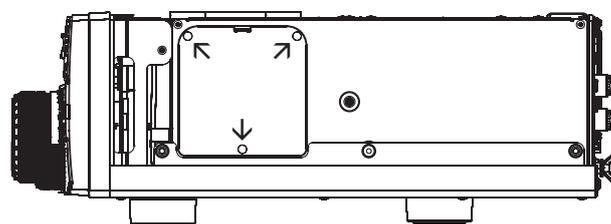

FIGURE 2
4. En vous référant à la figure 2, il y a une plaque métallique sur le côté droit de l'émetteur-récepteur. Un emplacement du montage du filtre en option est placé à l'intérieur. Enlevez les trois vis fixant la plaque métallique, puis retirez la plaque métallique.